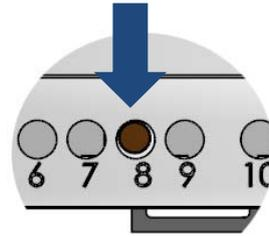

Abb. 8: Geräteneustart (Reset-Taste)
- ▶ Drücken Sie kurz mit einem spitzen Gegenstand auf die *Reset-Taste* (Abb. 8). Das Gerät wird neu gestartet.